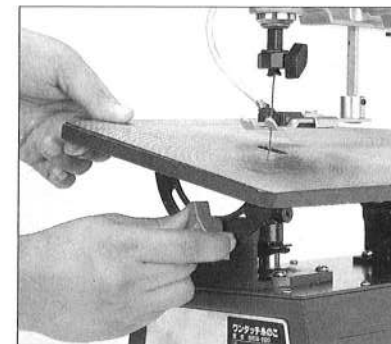

図3
- テーブルを本体のブラケットの上に置き、前後のテーブルガイドを固定ネジで強く締めつけて下さい。テーブルは0°～45°の間で傾斜させることができます。(図3参照)